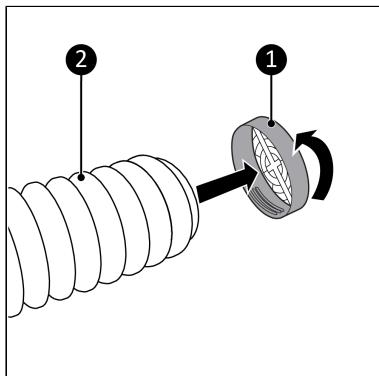

Figure 59.
2. Reliez le raccordement de kit de fenêtre (Figure 59, pos. 2) à l'autre extrémité du flexible de sortie d'air chaud (Figure 59, pos. 1).